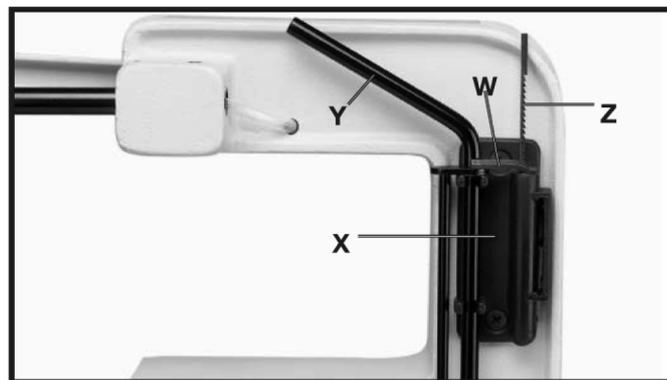

Fig. 15
13. O suporte da ferramenta (X) Fig. 15, é utilizado para sustentar a chave de torque de mudança da lâmina do tipo quickset, a chave Allen de 4mm (W) e as lâminas extras (Z).